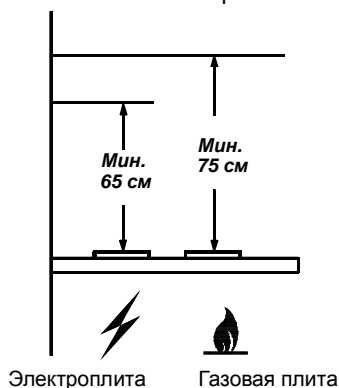

РИС. 1
1.2 Зонт устанавливайте над плитой, как показано на рис. 1.
4.6 Устанавливайте зонт над плитой в соответствии с рис. 1.